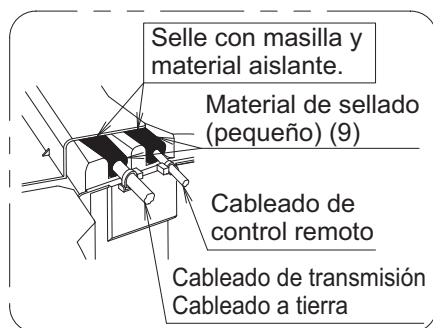

Fig. 39
- Corte el material aislante (pequeño) (9) en dos piezas y envuelva cada cableado con cada una de ellas. **(Consulte la Fig. 39)**